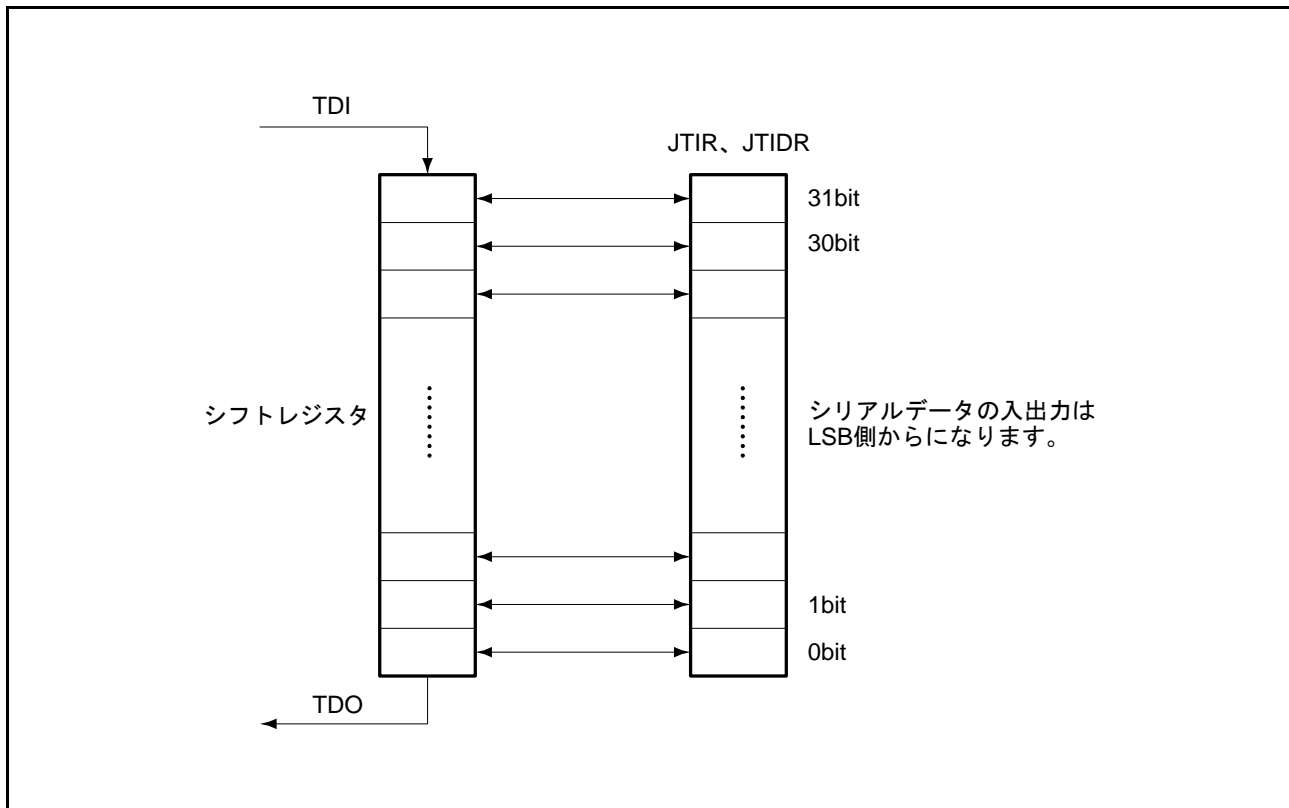

図 28.3 シリアルデータ入出力
(1) シリアル転送時、データの入出力はLSB側からとなります。図 28.3 に示します。